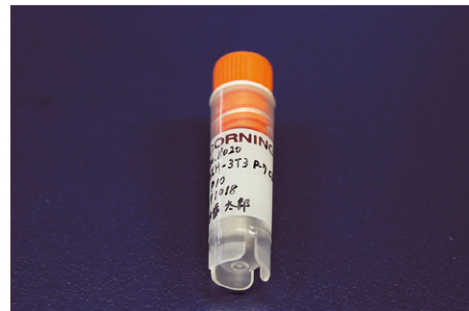

図11-2 凍結用チューブ
- (1) 遠心チューブ (15 mL) に培地 9 mL を入れる。
- (2) 凍結細胞を解凍する。(図11-2)